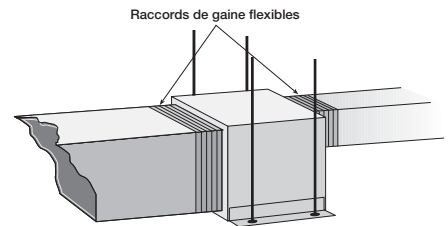

Figure 12 — Raccords de gaine flexibles
- Pour une application à moindre bruit, un plancher à conduits en fibre de verre est recommandé sur un plancher à conduits métallique afin de réduire le bruit du ventilateur, vous reporter à la Figure 12. Lorsqu'une gaine métallique est utilisée, on peut réduire le bruit de transmission avec des raccords flexibles